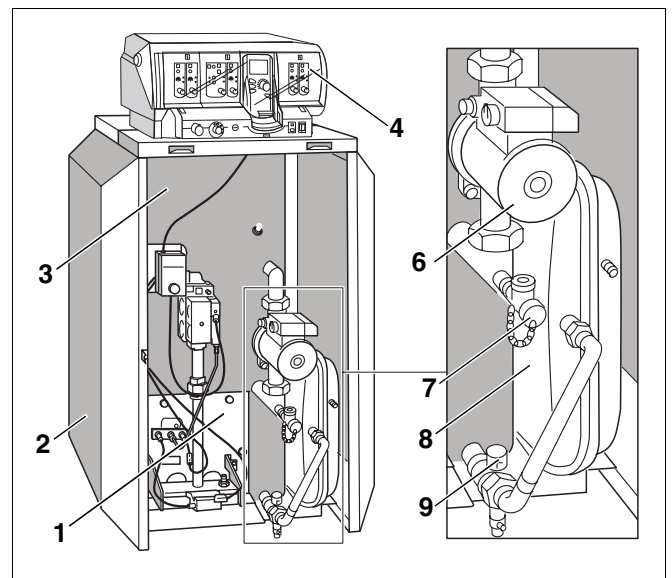

Abb. 2 Gas-Spezialheizkessel Logano G124 V
Zusätzliche Bauteile des Gas-Spezialheizkessels Logano G124 V (Abb. 2), ohne Kesselvorderwand, sind:
- Integriertes Ausdehnungsgefäß (ab Größe 20-4 an der Rückwand) (Abb. 2, **Pos. 8**) mit Kappenventilen zum Abtrennen vom System und zur Entleerung, Umwälzpumpe (Abb. 2, **Pos. 6**), Kessel Füll- und Entleerungshahn (Abb. 2, **Pos. 7**), automatischer Entlüfter.